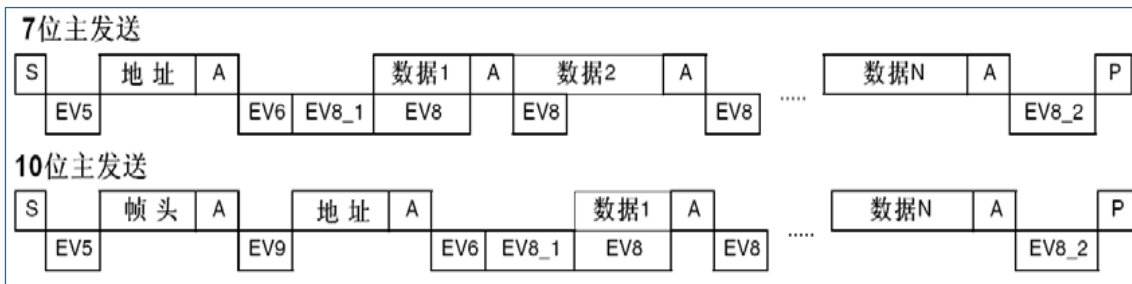
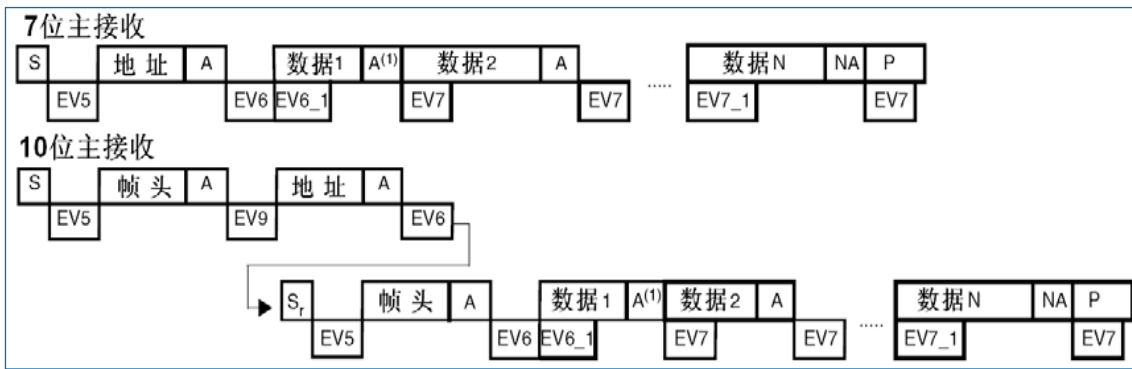

图 25-5 主发送器传送序列图
图 25-6 主接收器传送序列图
然后主设备等待读 SR1 寄存器，紧跟着将从地址写入 DR 寄存器（见图 25-5 和图 25-6 的 EV5）。
- ADDR10 位被硬件置位，如果设置了 ITEVTEN 位，则产生一个中断。然后主设备等待读 SR1 寄存器，再将第二个地址字节写入 DR 寄存器（见图 25-5 和图 25-6）。
- ADDR 位被硬件置位，如果设置了 ITEVTEN 位，则产生一个中断。随后主设备等待一次读 SR1 寄存器，跟着读 SR2 寄存器（见图 25-5 和图 25-6）。
主设备等待，直到 TxE 被清除，（见图 25-5 的 EV8）。
在 DR 寄存器中写入最后一个字节后，通过设置 STOP 位产生一个停止条件（见图 25-5 的 EV8\_2），然后 I2C 接口将自动回到从模式（M/S 位清除）。
2. 硬件设置 RxNE=1，如果设置了 INEVFEN 和 ITBUFEN 位，则会产生一个中断（见图 25-6 的 EV7）。